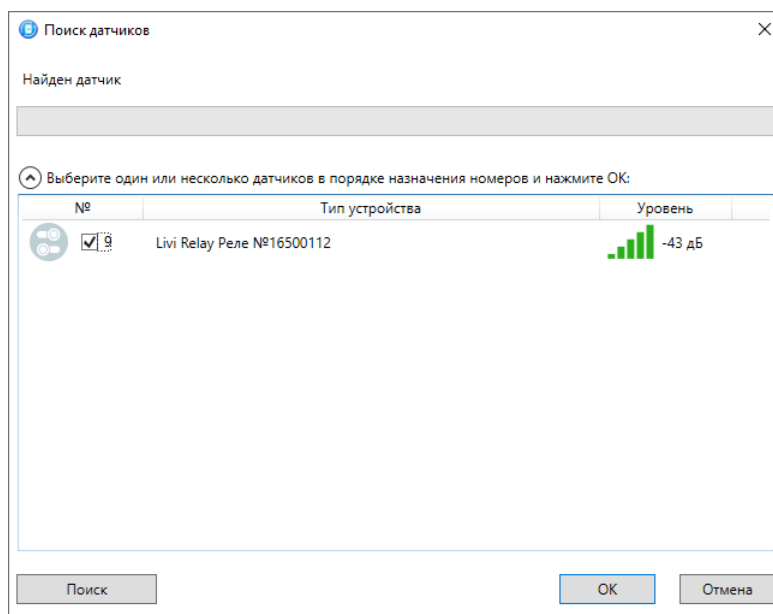

Рисунок 8.6 — Найденные радиоустройства
- В следующем окне (см. рисунок 8.6) отобразится список радиоустройств, доступных для связывания в радиусе действия радиоканала. Если подключаемого радиоустройства нет в списке, повторно переведите его в режим связывания.